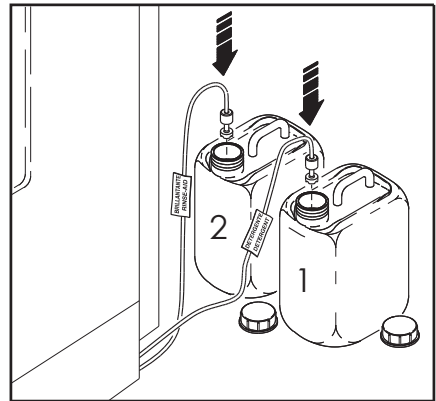

Bild 22
- Wenn der Geschirrspüler mit Automatisierungen für Spülmittel (1)/Klarspüler (1) ausgestattet ist, muss den Klarspüler- und Spülmittelstand im Außenbehälter überprüft und eventuell aufgefüllt werden (Bild. 22)